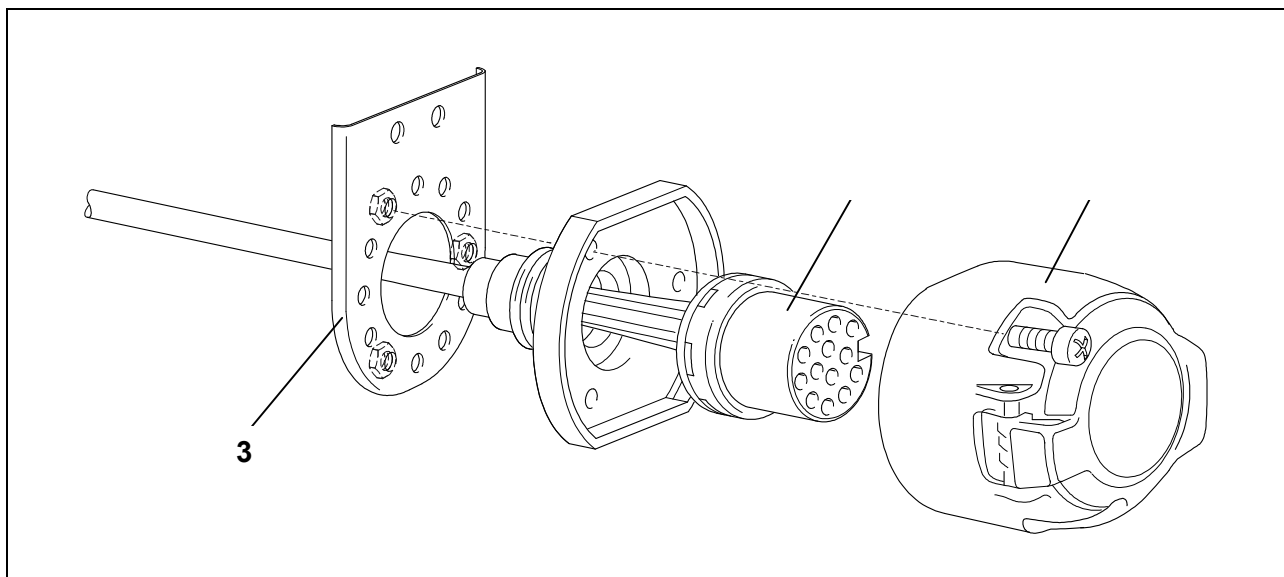

Fig. 2: montaggio della presa
7. Inserire il contatto ad innesto (fig. 2/1) nel corpo della presa (fig. 2/2) e avvicinare la guarnizione di gomma alla presa.
8. Fissare la presa al supporto (fig. 2/3) mediante le viti fornite in dotazione.